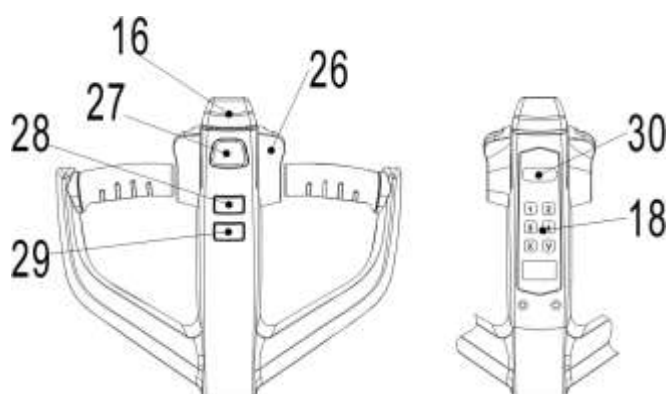
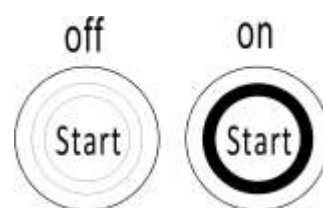
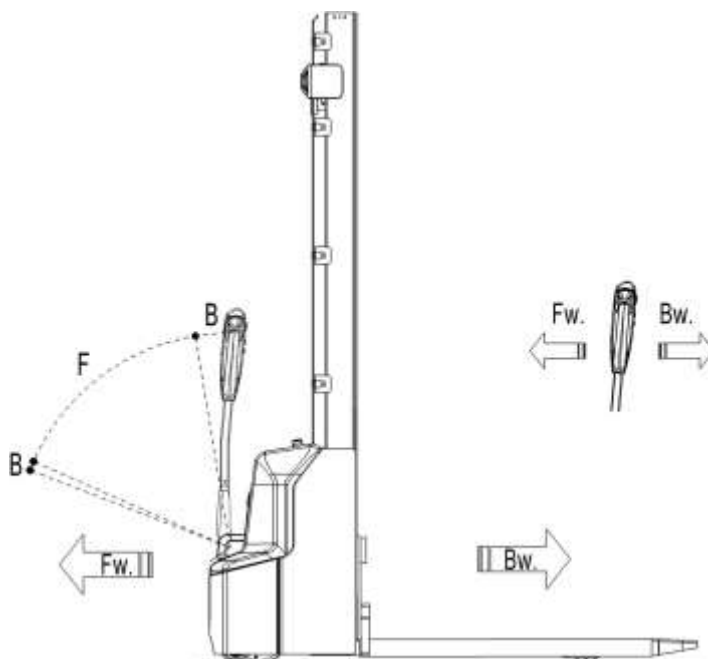

Fig.7: Butoanele de comanda de pe timona
Fig.8: Buton de pornire
Fig.11: Directii de operare
Se trage de butonul de urgenta (Fig 1.20), se introduce codul pin si se apasa butonul √ pentru a porni utilajul. Se apasa claxonul (fig.7, 27) pentru a activa semnalele acustice
Se trage de butonul de urgenta (Fig 1,20). Se apasa pe comutator, va aparea un beculet verde pe comutator (fig 8). Se introduce codul pin si se apasa butonul √ pentru a porni utilajul. Utilajul poate fi activat si cu card RFID. Se apasa claxonul (fig.7, 27) pentru a activa semnalele acustice
PS E12N: Inotdeauna se vor cobora furcile. Se apasa butonul, LED-ul verde se va stinge (fig 8), si se apasa butonul de urgenta (20)
Dupa ce s-a pornit stivuitorul, activand codul pin, se va muta timona in zona de operare („F”, fig.11) Se va roti butonul de accelerare in directia dorita, Fw – pentru fata, Bw – pentru spate (fig.11). Se va controla viteza de deplasare miscand cu grija butonul de acceleratie (26) pana se ajunge la viteza dorita. Daca se va misca acceleratia inspre inapoi in pozitie neutra, controllerul incetinesc utilajul pana acesta se va opri. Daca s-a oprit, se va activa franarea de urgenta. Se va conduce utilajul inspre directia dorita. Se va urmari traseul si se va ajusta acceleratia. Se va apasa butonul (Fig.7, 30) pentru a intra in modul de viteza mica, se va deplasa usor miscand acceleratia (Fig.7, 26), se va apasa butonul de viteza mica pentru a reveni la vitezele normale.